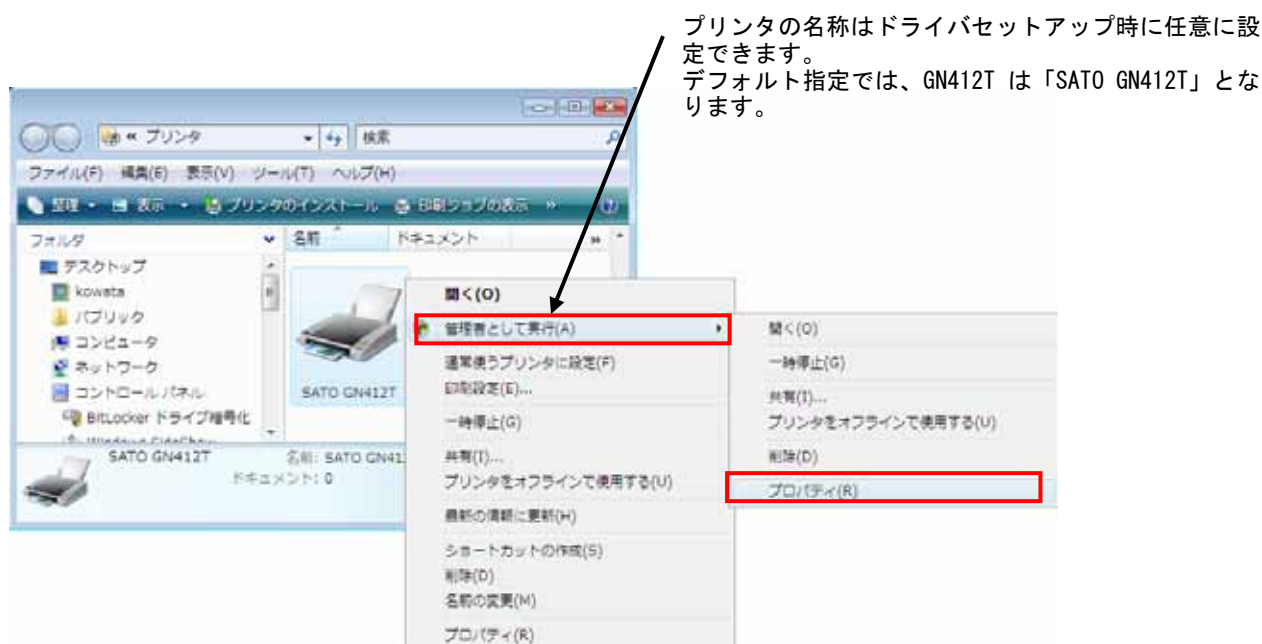

図 1.2.1. 「プリンタフォルダ」画面
Windows Vista で「印刷設定 (I)」を設定するためには、**管理者権限**にて行う必要があります。管理者権限以外で設定値の変更、またはプリンタポートの追加などの処理を行っても、エラー画面が表示され、反映されません。指定の方法は、「プリンタ」フォルダの中にある、GN412T プリンタを選択し、「ファイル (F)」⇒「管理者として実行 (A)」⇒「プロパティ (R)」と選択するか、図 1.2.1. のように GN412T を選択⇒右クリック⇒「管理者として実行 (A)」⇒「プロパティ (R)」と選択します。
Windows Vista でのプロパティに関する設定変更は、全て**管理者権限**が必要です。従って、図 1.2.1 のように「SATO GN412T」を右クリック⇒「管理者として実行(A)」⇒「プロパティ(R)」と選択し、プリンタプロパティの「全般」タブの「印刷設定(I)」から設定します。